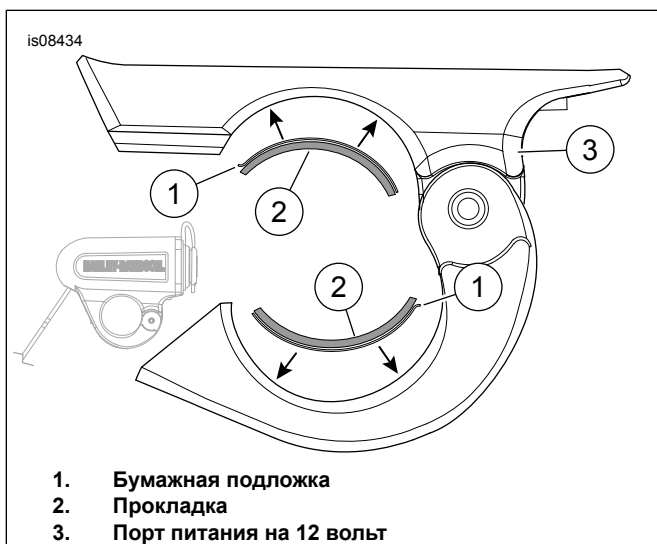
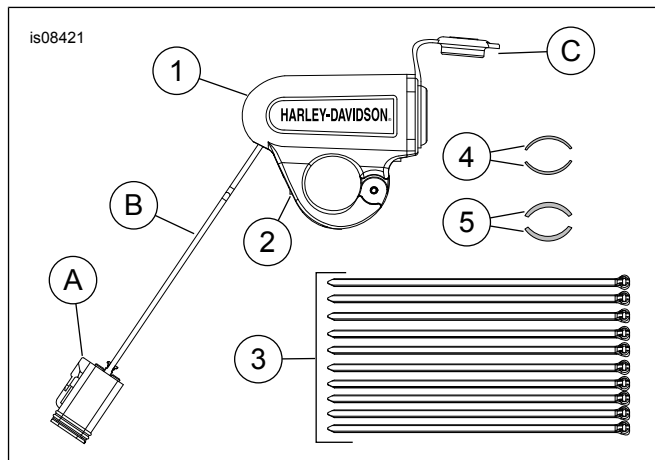

Рисунок 1. Подложка, прокладка и порт питания на 12 вольт
Рисунок 3. Запасные части: Питание руля (12 вольт)
См. Рисунок 3 и Таблица 2.
5. См. Рисунок 3 и Таблица 2 .
- a. Для рулей диаметром 7/8 дюйма установите толстые прокладки (5) из комплекта.
- b. Для рулей диаметром 1 дюйм установите тонкие прокладки (4) из комплекта.
6. См. рис. 1. Снимите бумажную подложку (1) с прокладки (2). Установите прокладки на внутренней стороне разъема питания на 12 вольт (3).
7. См. рис. 3. Установите порт питания в нужное положение. Разместите винт (2) на месте. Не затягивайте до упора.
- a. См. рис. 3. Отрежьте шестиконтактный разъем (A).
- b. Зачистите 9,5 мм изоляции с каждого провода на жгуте (B).
a. См. рис. 3. Отрежьте шестиконтактный разъем (A).
b. См. рис. 3. Снимите крышку розетки (C).
c. См. рис. 3. Снимите провода и установите клеммы из комплекта (69201750) на жгут проводов (B). См. руководство по техническому обслуживанию.
14. Остальные модели: См. рис. 3. Снимите пыльник с разъема аксессуаров. Подключите 12-вольтный разъем к шестиконтактному разъему (A).
15. Закрепите жгут проводов (B) стяжками кабеля (3). Излишний или провисающий участок жгута (B) можно свернуть и закрепить кабельными стяжками